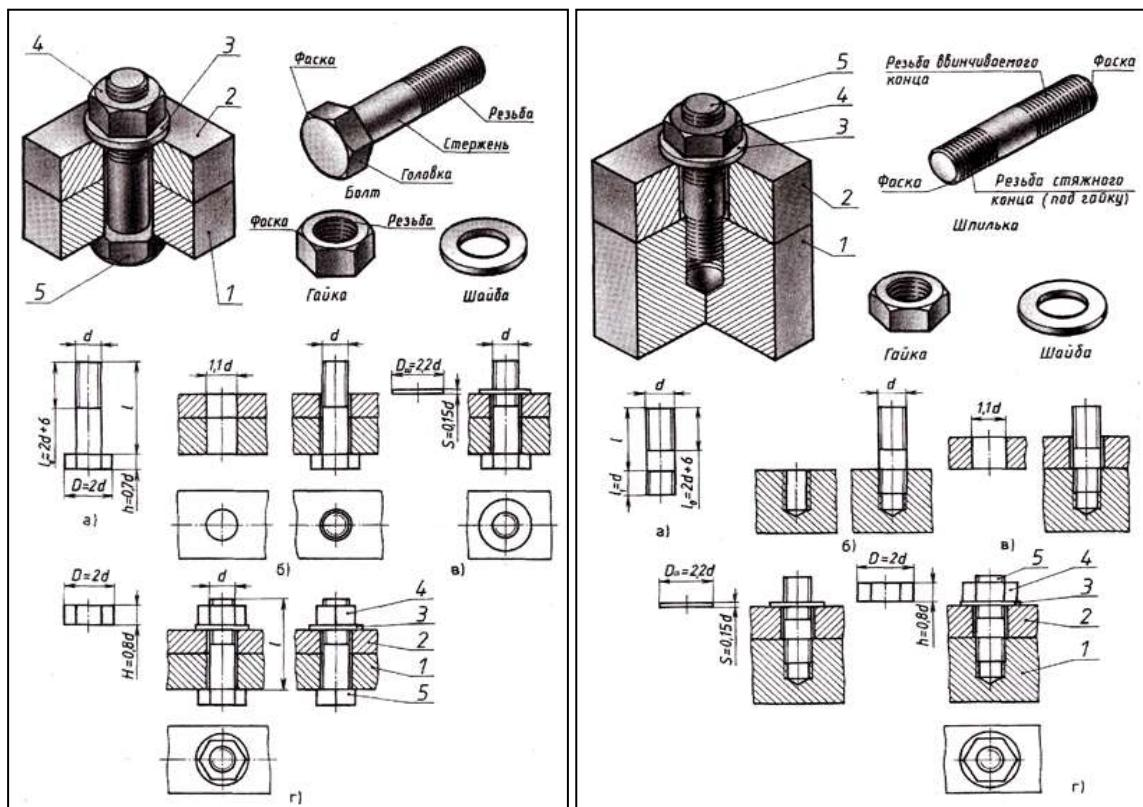

Рис.38,б Соединение болтом и шпилькой
3. Соединение деталей шпилькой применяют тогда, когда в одной из соединяемых деталей в связи с её реконструктивными особенностями нельзя или нецелесообразно сверлить сквозные отверстия. В соединение шпилькой входят: шпилька, шайба и гайка (рис. 38,б).
Остальные размеры шпилечного соединения рассчитывают по приведенным условным соотношениям (рис.38,а)